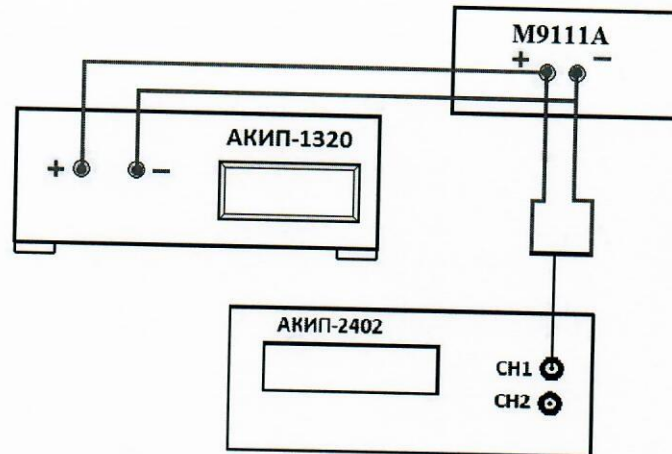

Рисунок 10 – Структурная схема соединения приборов для определения уровня пульсаций выходного напряжения
- разъемы поверяемого источника питания соединить при помощи измерительных проводов с соответствующими разъемами нагрузки электронной АКИП-1320 и вольтметра АКИП-2402 (см. рисунок 10);